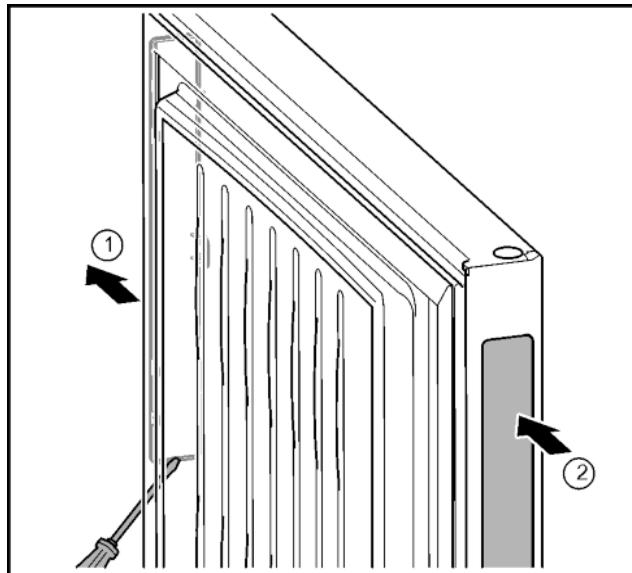

Fig. 37
- С помощью шлицевой отвертки снять крышку вспомогательного механизма открывания двери с противоположной стороны. Fig. 37 (1)
- Вставить в образовавшееся отверстие. Fig. 37 (2)